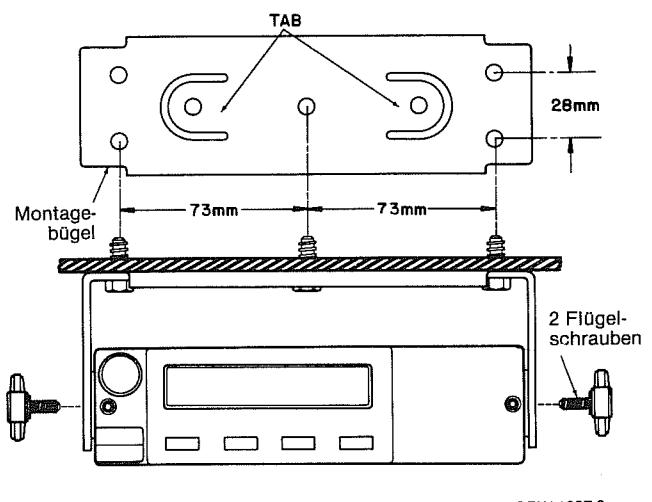

Abbildung 4
- (1) Das Funkgerät durch Lösen der beiden Flügelschrauben (siehe Abbildung 4) von dem Aufhängebügel trennen.
- (2) Mit dem Bügel als Bohrschablone die Bohrungen an vorgesehener Einbaustelle markieren. Die drei Innenlöcher sind für die Montage auf gewölbter Fläche gedacht, während das mittlere Loch sowie die vier außenliegenden Löcher für die Montage auf planem Untergrund vorgesehen sind.
- (3) Nach Körnung der markierten Stellen die Löcher mit 4 mm Durchmesser bohren.
- (4) Den Befestigungsbügel mit Hilfe der mitgelieferten Blechschauben befestigen.
- (5) Das Funkgerät in den Befestigungsbügel einhängen und die Flügelschrauben anziehen.